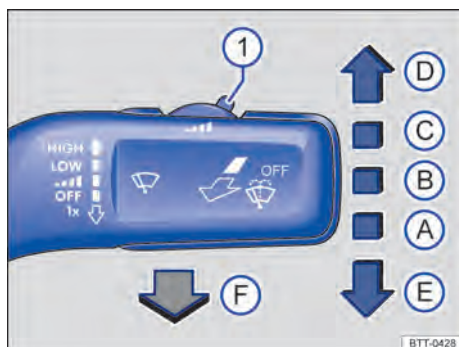

Fig. 96 À direita da coluna de direção: comandar os limpadores do para-brisa.
Limpeza com intervalos do para-brisa. Com o interruptor ⇒ Fig. 96 ajustar os níveis de intervalo (veículos sem sensor de chuva) ou a sensibilidade do sensor de chuva.
- Pressionar a alavanca dos limpadores do para-brisa brevemente para baixo $\Rightarrow$ Fig. 96 .